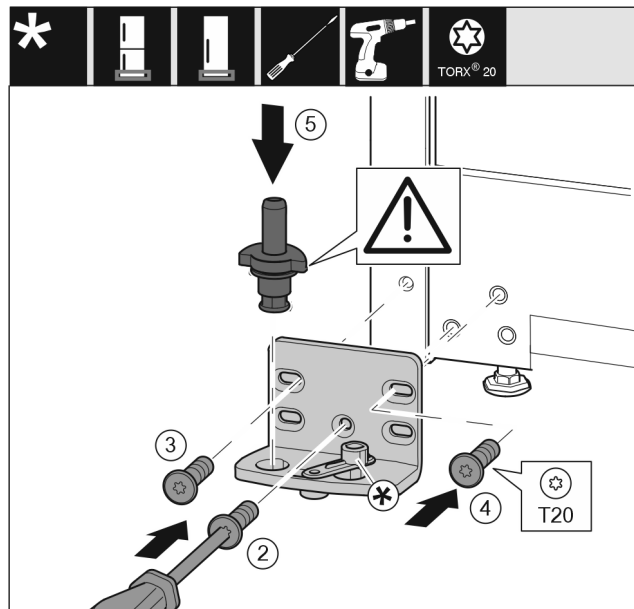

Fig. 18
- Lagerbok aan de andere zijde plaatsen en met behulp van een schroevendraaier er in schroeven. Met schroef Fig. 18 (2) onder in het midden beginnen.
- Schroef Fig. 18 (3) en schroef Fig. 18 (4) vastschroeven.
- Lagerbouten Fig. 18 (5) volledig insteken. Let hierbij op dat het vergrendelingslipje naar achteren wijst.